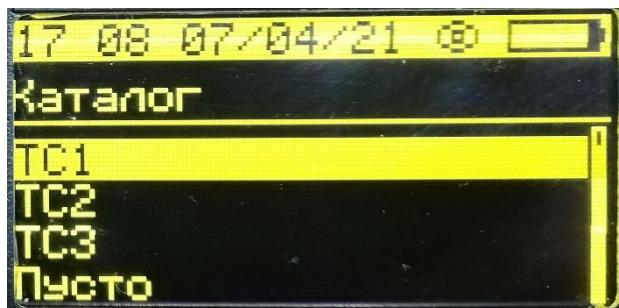

Рисунок 11 Настройки. Каталог
6.6.5. «Каталог» (Рисунок 11). На экране в формате списка отображаются преднастроенные имена замеров. При выборе имени из списка отображается редактор для его изменения аналогичный описанному в п. 6.5.3.